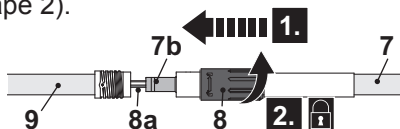

Fig. 1
1. Alignez la fente (7b) de la perche inférieure (7) avec l'ergot à l'intérieur de la perche principale (9) et insérez la perche inférieure dans la perche principale (Fig. 1, étape 1). Assurez-vous que le cordon électrique (8a) n'est pas comprimé.
2. Placez le manchon d'emboîtement (8) sur le filetage de la perche principale (9) et tournez-le (8) dans le sens des aiguilles d'une montre pour fixer les raccords (Fig. 1, étape 2).